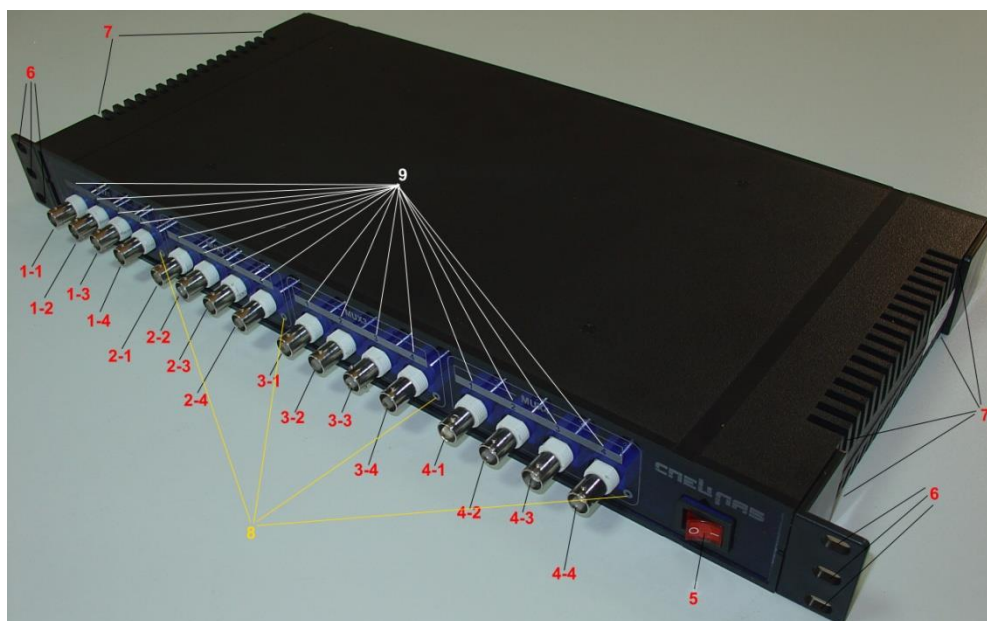
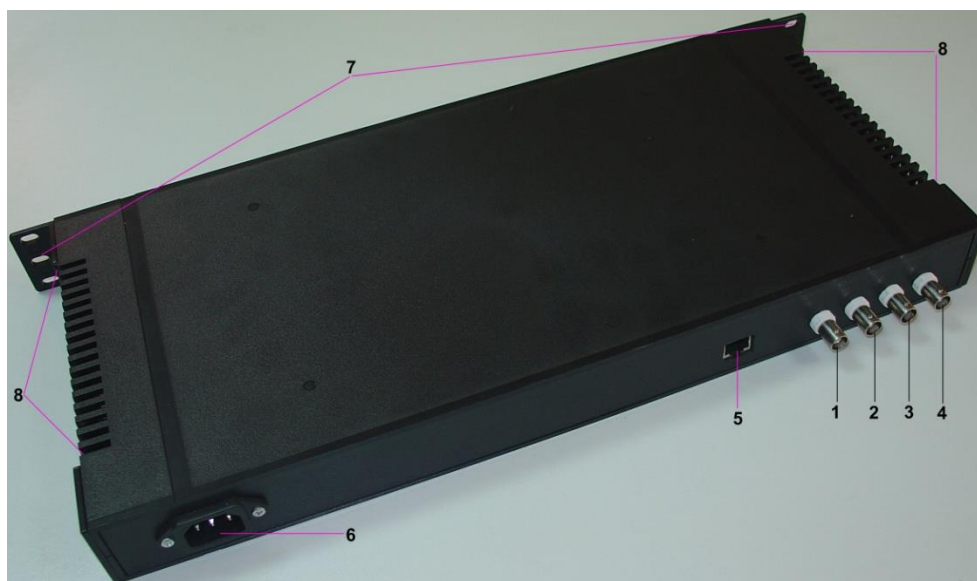

Рисунок 1. VMп. Вид спереди.
Рисунок 2. VMп. Вид сзади.
На передней панели ВМп находится 16 разъемов BNC для подключения видеокамер (см. Рисунок 1. ВМп. Вид спереди.). На задней панели расположены 4 разъема BNC для подключения к одной 4-х чиповой плате видеозахвата, а также разъемы для подключения кабелей синхронизации и питания (см. Рисунок 2. ВМп. Вид сзади.).
2. К этой же плате должен быть подключен кабель управления ВМп по протоколу I2C (см. Рисунок 2. ВМп. Вид сзади., разъем № 5).
3. Разъем № 6 ВМп подключается к сети переменного тока 220 В 50 Гц или ИБП достаточной мощности (см. Рисунок 2. ВМп. Вид сзади.).